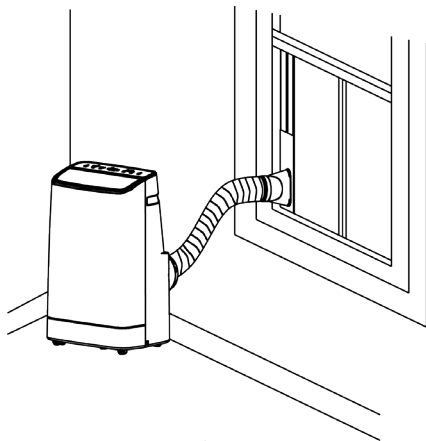

Figure 5
2) Étirer la gaine et fixer l'extrémité plate de la gaine dans le trou elliptique de l'adaptateur extracteur au niveau de la fenêtre (comme indiqué dans la Figure 5 et la Figure 6).